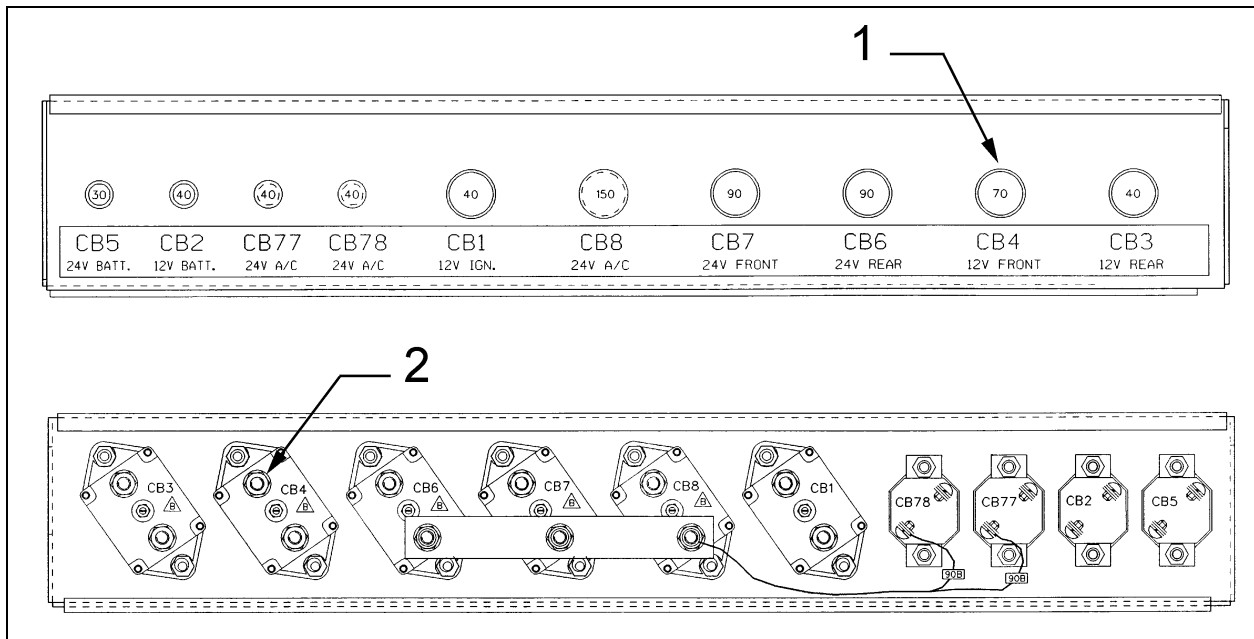

Figure 2 : (1) Vue de face du disjoncteur CB4 ; (2) Vue arrière du disjoncteur CB4.
3. Localiser le disjoncteur portant l'identification CB4 (figure 2, élément 1).
4. Débrancher le câble identifié 12VF branché à l'arrière du disjoncteur CB4 (figure 2, élément 2). Couper la borne de ce câble.